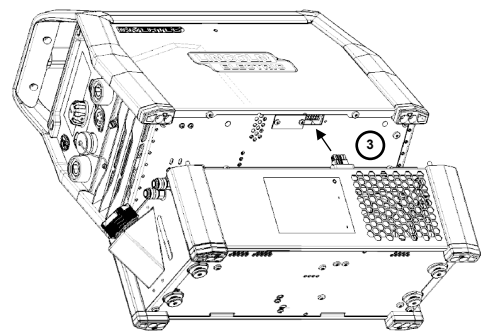

Figura 2
3. Așezați sursa de energie pe răcitor și înclinați-o ușor pentru a conecta ștecherul răcitorului la sursa de energie (Figura 2).